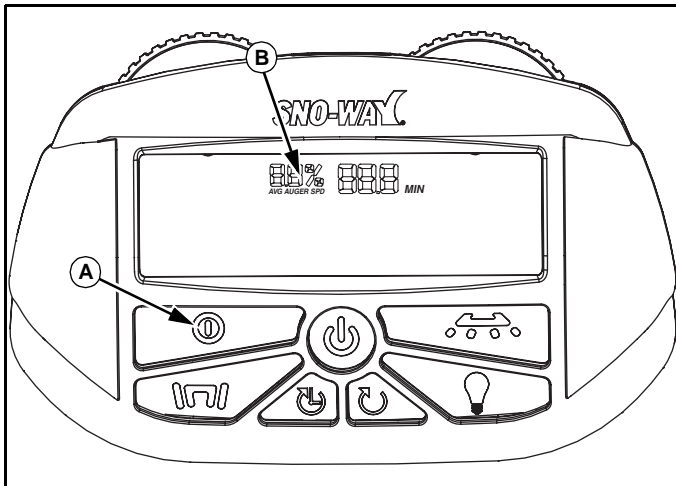

Abb. 1-8
Beim ersten Einschalten des Steuergeräts beginnt es im Pausen-Modus. Drücken Sie die Pause-/Run-Taste (A) während der Streuer läuft, um ihn in den Pausen-Modus zu setzen. Der Schnecken- und Rotormotor hören zu drehen auf; der Vibrator und das Befeuchtungssystem schalten ab. Die Anzeige auf der Steuerung zeigt die durchschnittliche Schneckengeschwindigkeit (B) und die Haupt-Timer-Stufe an; der Timer wird jedoch gestoppt, da die Schnecke gestoppt wird. Die Schnecken- und Rotordrehknöpfe können im Pausen-Modus eingesetzt werden und die Schnecken- und/oder Rotoranzeige leuchtet auf und zeigt die Motordrehzahlstufe an. (Siehe Abb. 1-8.)